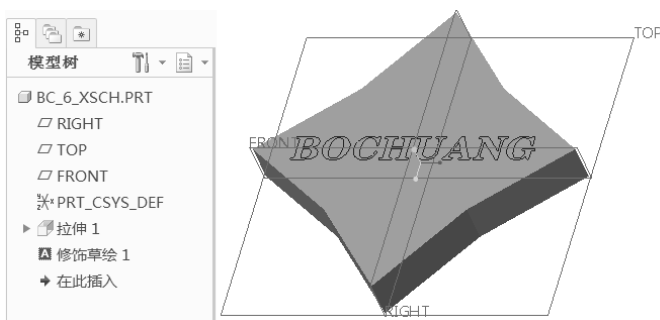

图 6-159 创建规则截面草绘修饰特征
6) 单击✓（确定）按钮，完成的规则截面草绘修饰特征如图 6-159 所示。